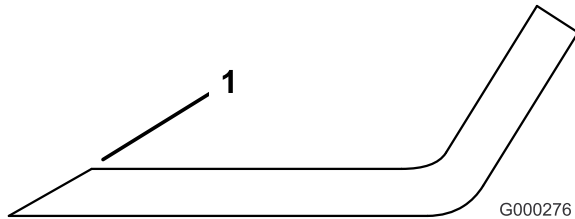

図 77
1. ブレードは、左右の刃先をやすりで磨く（図 77）。刃先の角度を変えないように注意すること。左右を同じだけ削るようにすればバランスが狂わない。